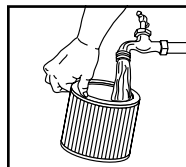

FIGURE 10
17. Ou rincez (depuis l'intérieur du filtre) avec de l'eau. **FIGURE 10.** Laissez sécher complètement (environ 24 heures).